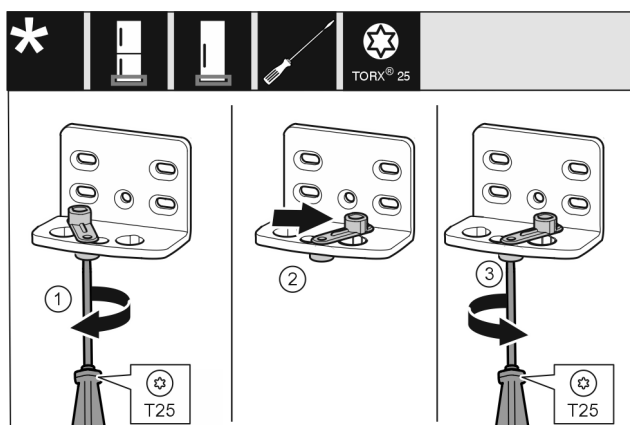

Fig. 16
- С отвертка завийте хлабаво винта Fig. 16 (1).
- Повдигнете помощното приспособление за затваряне Fig. 16 (2) на вратата и го завийте в отвора с 90° надясно.
- С отвертка затегнете винта Fig. 16 (3).